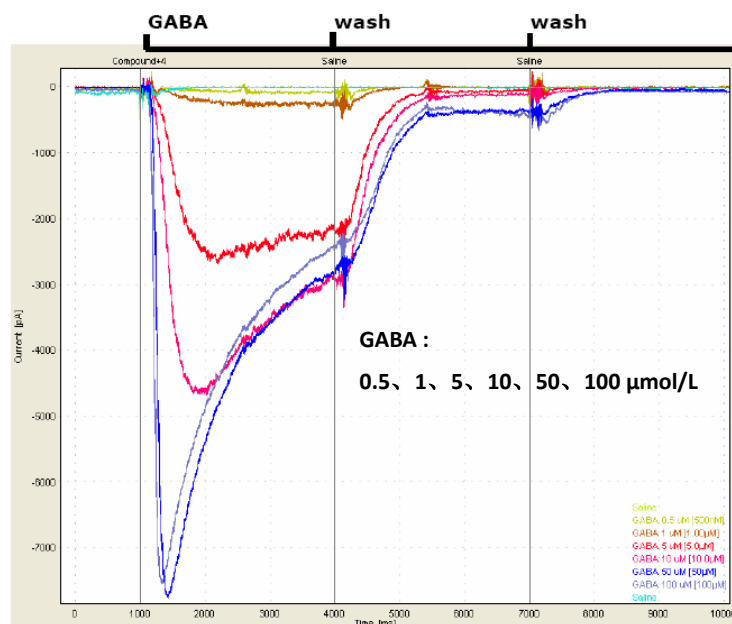
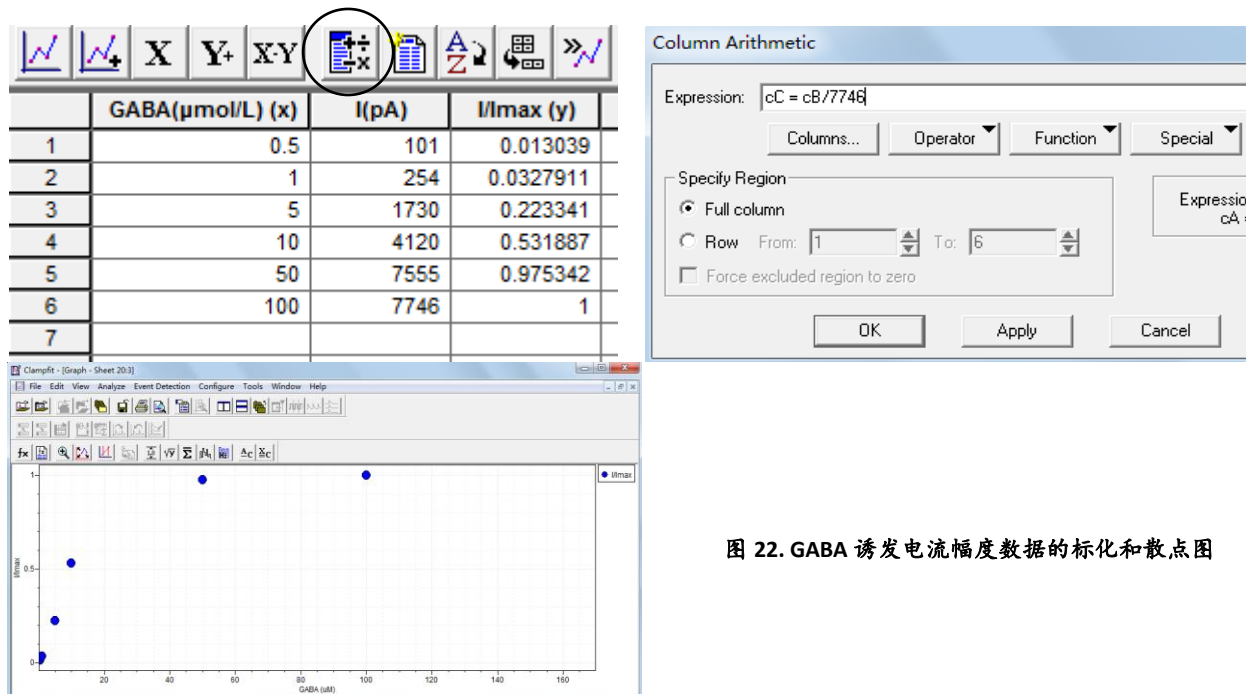

图 21. 不同浓度 GABA 诱发的 GABA-A ( $\alpha 1\beta 2\gamma 2$ ) 受体电流
图 22. GABA 诱发电流幅度数据的标化和散点图
(1) 打开 Clampfit, 将获得的数据 (GABA 浓度和电流幅度  $I$ ) (图 21) 拷贝在 Results 窗口数据表中, 分别命名数据栏为 GABA( $\mu\text{mol/L}$ )、 $I$ (pA), 并进行标化  $I/I_{max}$  (图 22)。
(2) 选择 GABA ( $\mu\text{mol/L}$ ) 栏，点击快捷键 X，将 GABA ( $\mu\text{mol/L}$ ) 栏设为 X 轴，选择 I/Imax 栏，点击快捷键 Y+，将 I/Imax 栏设为 Y 轴，点击快捷键 Create Graph，作点图（图 22）。